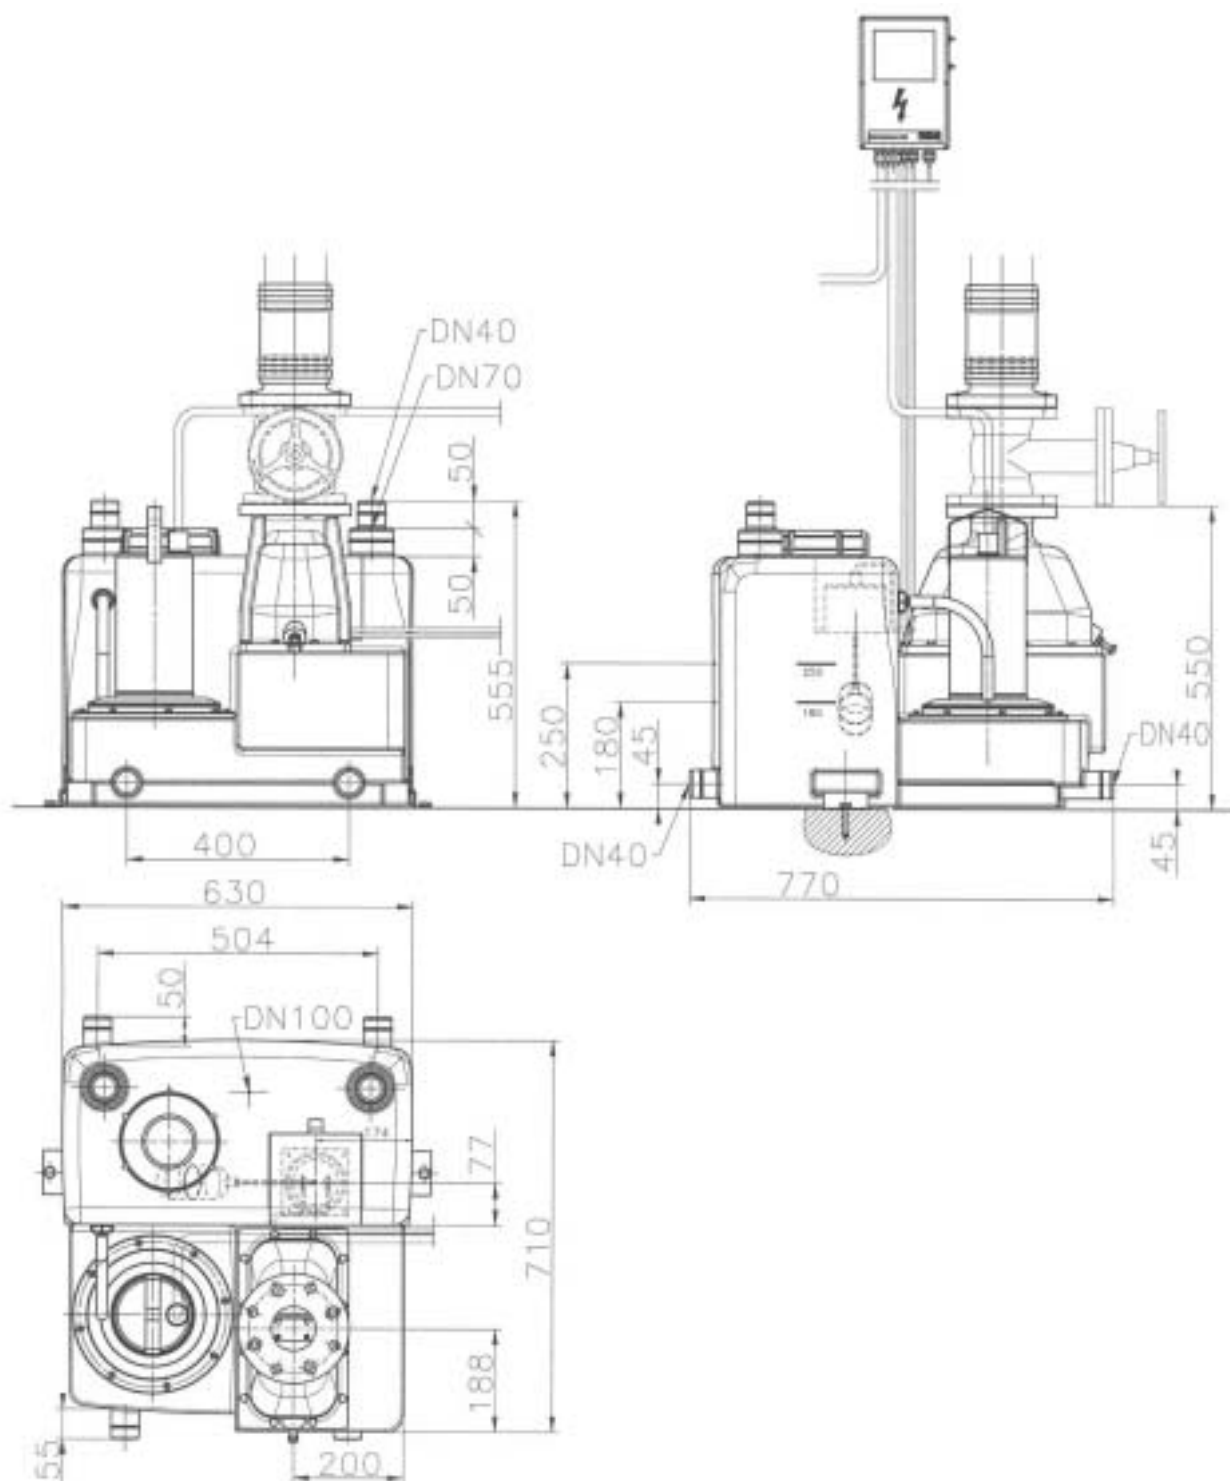

Bild 1
- Installationsmåttan anges på uppställningsritningen (bild 1 till 4).